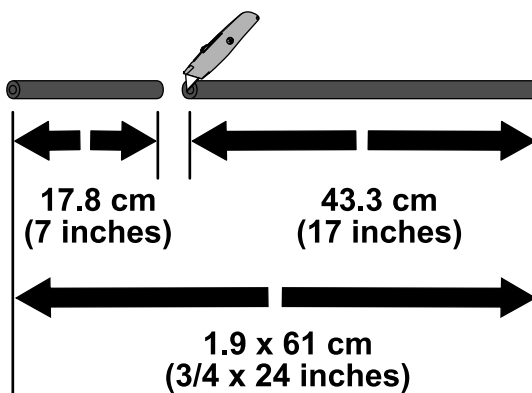

Figura 4
- Meça 17,8 cm a partir da extremidade do tubo 1,9 x 61 cm e marque esse local (Figura 4).